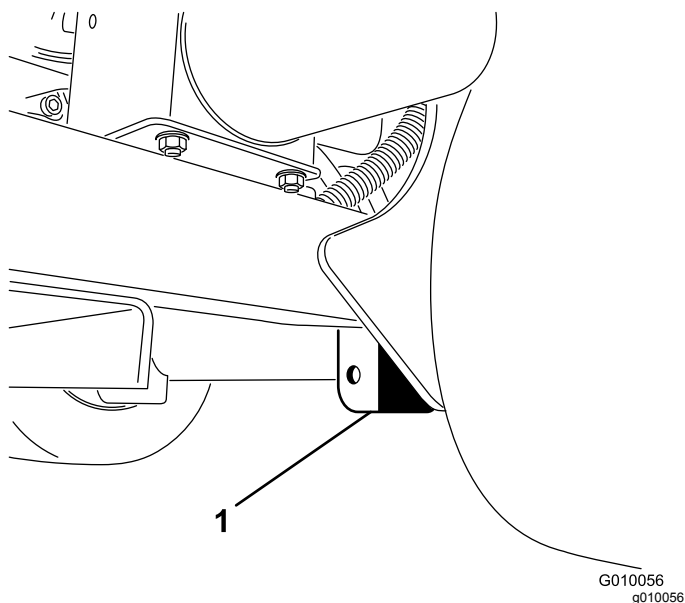

Figura 39
- Collocate il cavalletto metallico con sicurezza sotto la piastra del telaio, appena oltre la ruota posteriore (Figura 39).